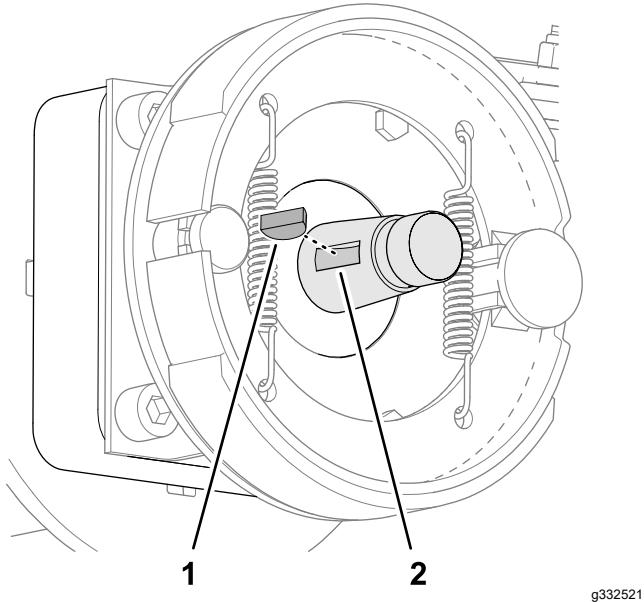

Figura 69
2. Inserite la chiave di Woodruff nella scanalatura dell'albero motore della ruota (Figura 69).